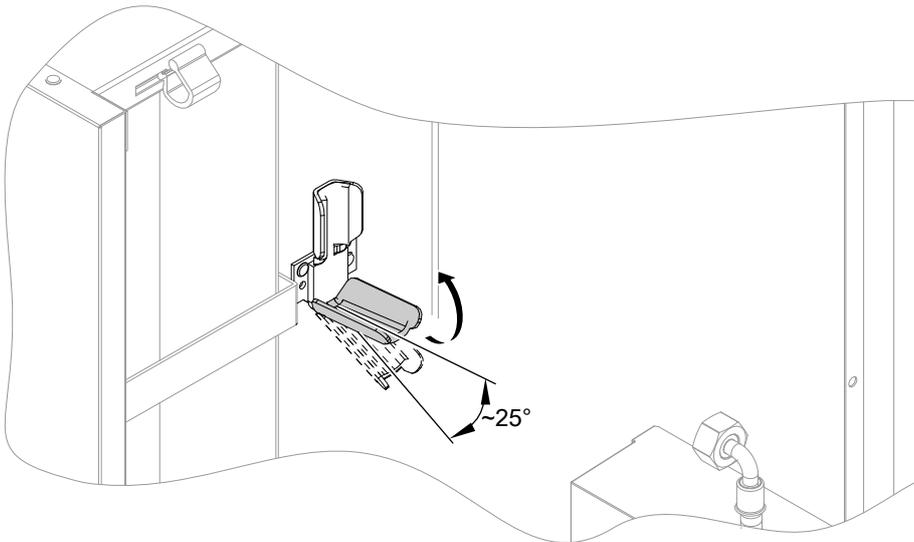

Abb. 103
- Ausdehnungsgefäß: Siehe Abb. 102 und ggf. Abb. 103.